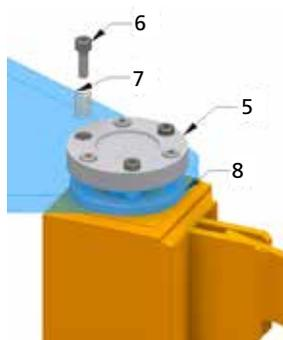

Abb.46
5. Die Federn 7 und die Schrauben 6 in die verbleibenden Löcher des Flansches der Stifte 5 einsetzen und darauf achten, dass der Schaft der Schrauben in die entsprechenden Sitze der Druckscheiben 8 passt (Abb. 46).